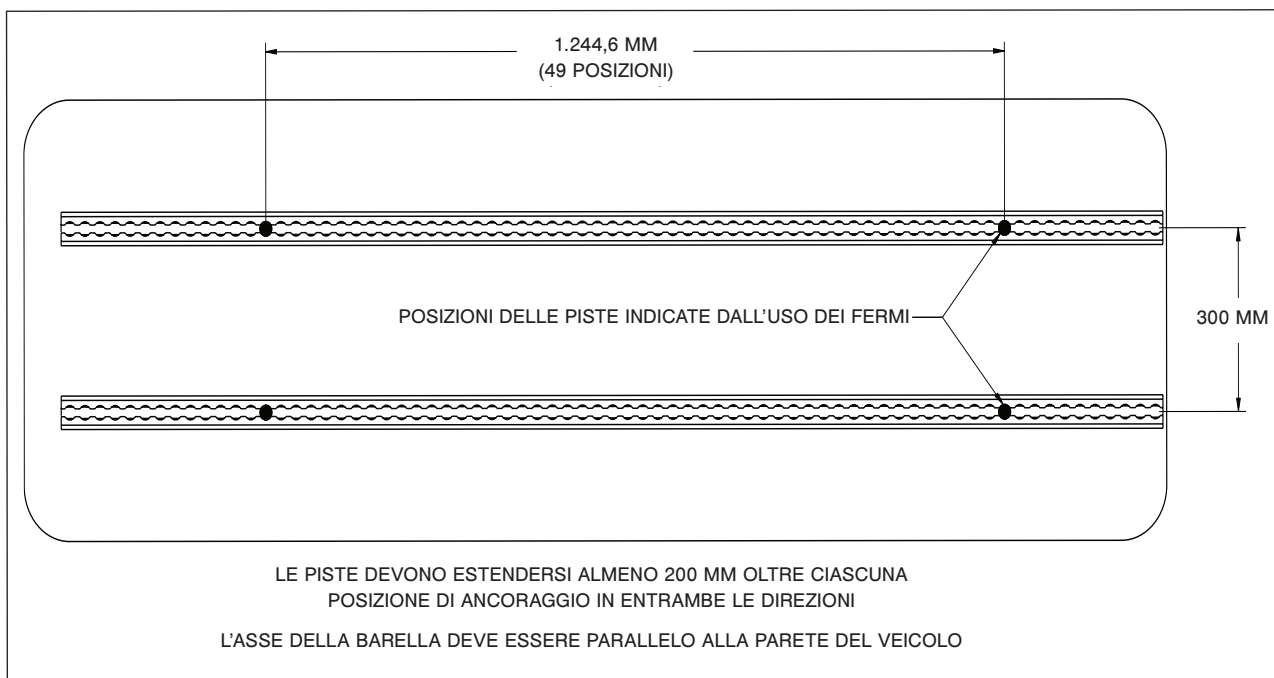

Figura 13 – Posizioni di installazione delle piste a pavimento
1. Identificare la posizione dei dispositivi di ancoraggio per il lato piedi e il lato testa nella Figura 12 a pagina 5-15 per il modello 6386 e nella Figura 13 a pagina 5-16 per il modello 6387.
1. Identificare la posizione dei dispositivi di ancoraggio per lato piedi e il lato testa dalla Figura 12 a pagina 5-15 per il modello 6388 e dalla Figura 13 a pagina 5-16 per il modello 6389.
2. Usando le dimensioni illustrate in Figura 13, identificare i punti di collegamento delle piste a pavimento.